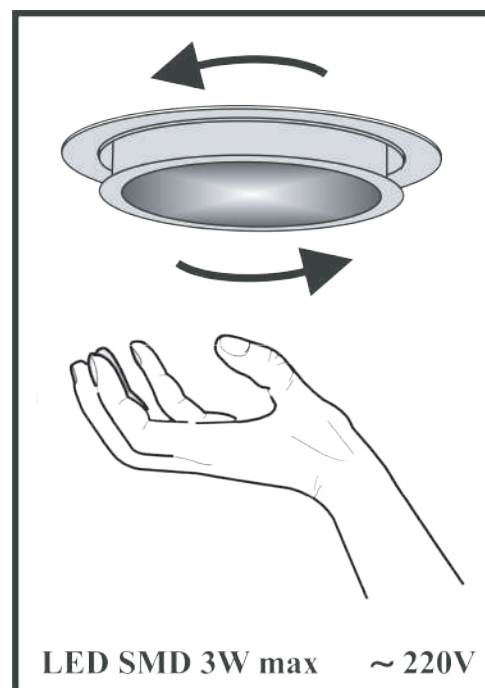

Рис.8
8.9 На вытяжке установлении **LED SMD** лампы подсветки рабочей зоны плиты. Перед началом замены ламп освещения необходимо отключить вытяжку от электросети, дать возможность охладеть лампам. Для замены лампы необходимо снять фильтры, отжать держателя патрона на себя, чтобы лампа вышла из корпуса вытяжки, удерживая держателя патрона, слегка надавить на лампу у направлении патрона и, повернул ее против часовой стрелки, вынуть (**рис.8**). Вместо нее необходимо установит новую с теми же характеристиками и установит фильтры.